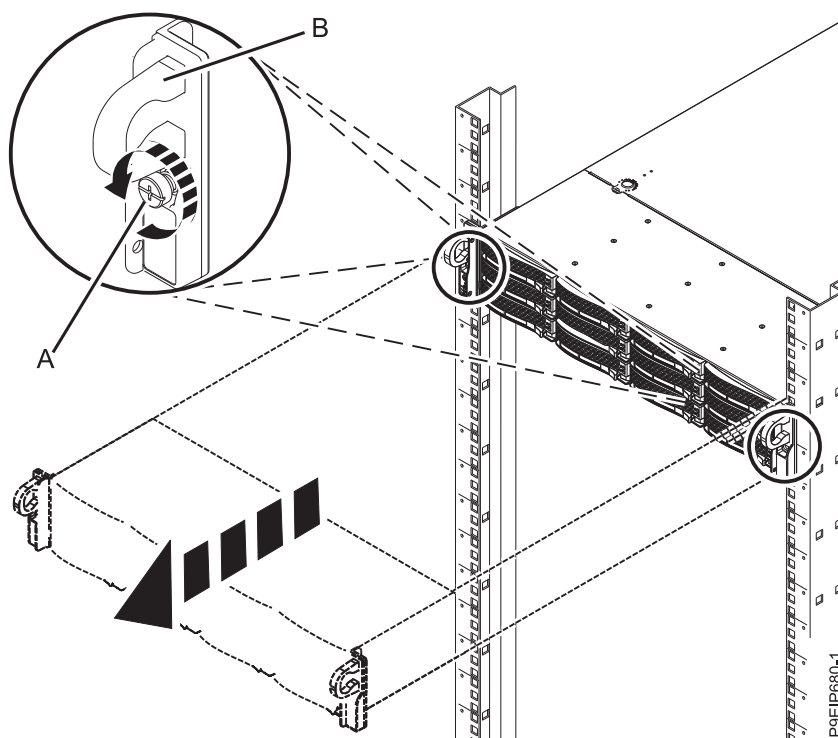

Figura 69. Removendo os parafusos frontais e removendo o sistema do rack
1. Solte os parafusos frontais (A) que prendem o sistema ao rack de ambos os lados do sistema, conforme mostrado na Figura 69 na página 112.